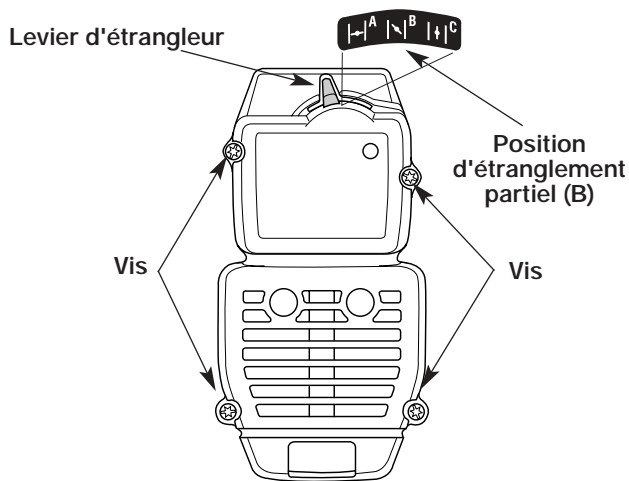

Fig. 20
1. Mettez le levier d'étrangleur en position d'étranglement **PARTIEL (B)**.
NOTE : pour enlever le filtre à air/couvercle du silencieux, le levier d'étrangleur doit être en position d'étranglement **PARTIEL (B)** (Fig. 20).
2. Retirez les quatre vis retenant le filtre à air/couvercle du silencieux (Fig. 20). Servez-vous d'un tournevis à lame plate ou à mèche no. 20 Torx.
NOTE : pour installer le filtre à air/couvercle du silencieux, le levier d'étrangleur doit être en position d'étranglement **PARTIEL (B)** (Fig. 20).